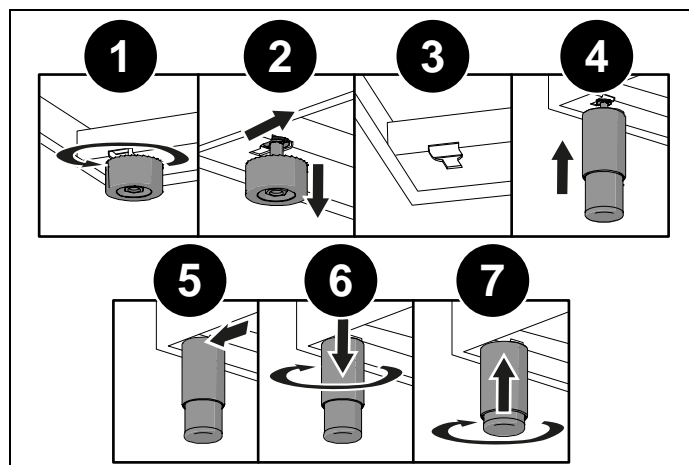

Fig. 8
- démonter les supports (1 et 2, Fig. 8 ),
- encliqueter les pieds dans le dispositif en forme de clé situé sous l'appareil (3 et 4, Fig. 8 ),
- visser fermement les pieds à la base (5 et 6, Fig. 8 ),
Ajuster la hauteur des pieds à la bonne hauteur(7, Fig. 8 ).
En abaissant l'appareil, éviter de maintenir la tension sur les pieds (Fig. 8 ). On suggère d'utiliser une épaisseur sur la base ou une palette pour éviter d'incliner la cuisinière.